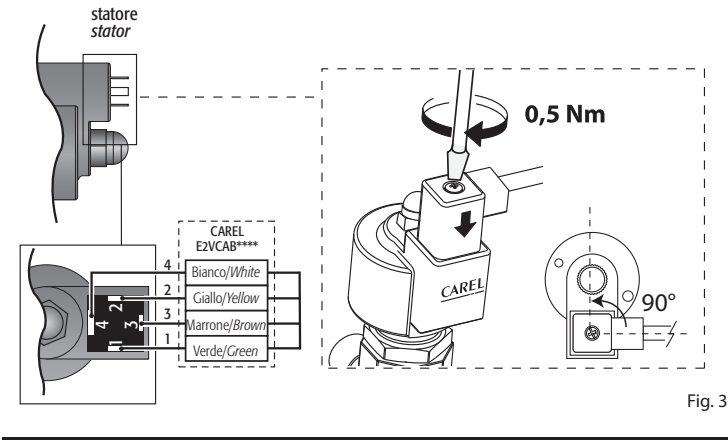

Fig. 3
9. Collegare il connettore già cablato al motore passo passo nel relativo alloggiamento e serrare la vite con una coppia di 0,5 Nm seguendo le indicazioni in Fig. 3. Collegare a questo punto l'estremità quadrupolare del cavo nei relativi morsetti del Driver CAREL EVD*** o relativo controllo omologato CAREL ed impostare i parametri secondo il set riportato nella tabella sottostante.
9. Connect the pre-wired connector to the socket on the stepper motor and tighten the screw with a tightening torque of 0.5 Nm following the instructions in Fig. 3. Then connect the four-pin end of the cable to the corresponding terminals on the CAREL EVD*** driver or approved CAREL controller and set the parameters as shown in the table below.
- Brancher le connecteur déjà câblé au moteur pas à pas dans l'emplacement correspondant et serrer la vis avec un couple de 0,5 Nm en suivant les indications de la Fig. 3. A ce stade, brancher l'extrémité du pôle du câble dans les bornes du Driver CAREL EVD*** ou du régulateur homologué CAREL et enregistrer les paramètres selon le modèle indiqué dans le tableau ci-dessous.
- Den vorverdrahteten Stecker in den Schrittmotor einfügen; die Schraube nach den Anleitungen der Fig. 3 mit rund 0,5 Nm Drehmoment festschrauben. Das Vierleiterkabelende an die entsprechenden Klemmen des CAREL-Treibers EVD*** oder an ein anderes zugelassenes CAREL-Steuergerät anschließen; die Parameter gemäß Parameter-Set der nachstehenden Tabelle einstellen.